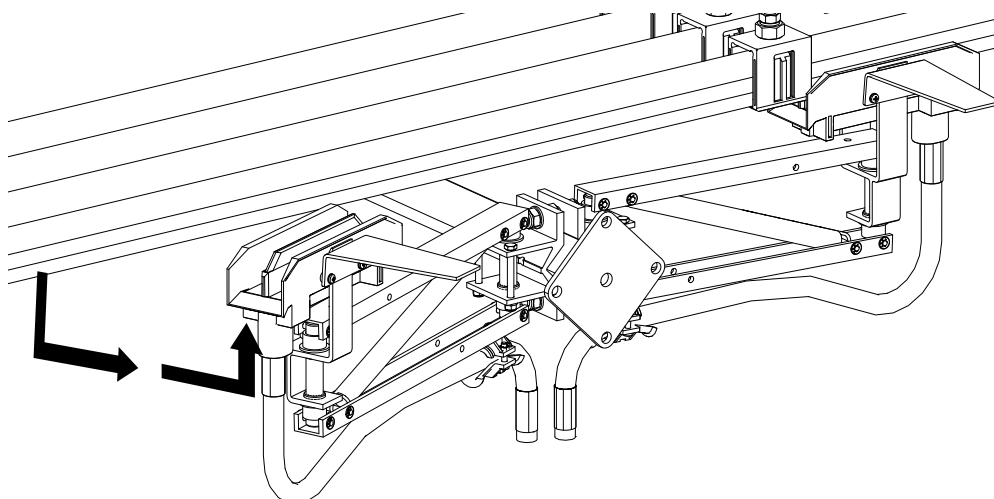

Abb. 120: Stromabnehmer aus der Schleifleitung nehmen
- Den Stromabnehmer im gefederten Zustand nach unten ziehen und seitlich herausdrehen, um den Stromabnehmer aus der Schleifleitung nehmen zu können (siehe Abb. 120). Bei mehr als drei Polen muss ggf. der Stromabnehmer vom Mitnehmer demontiert werden.